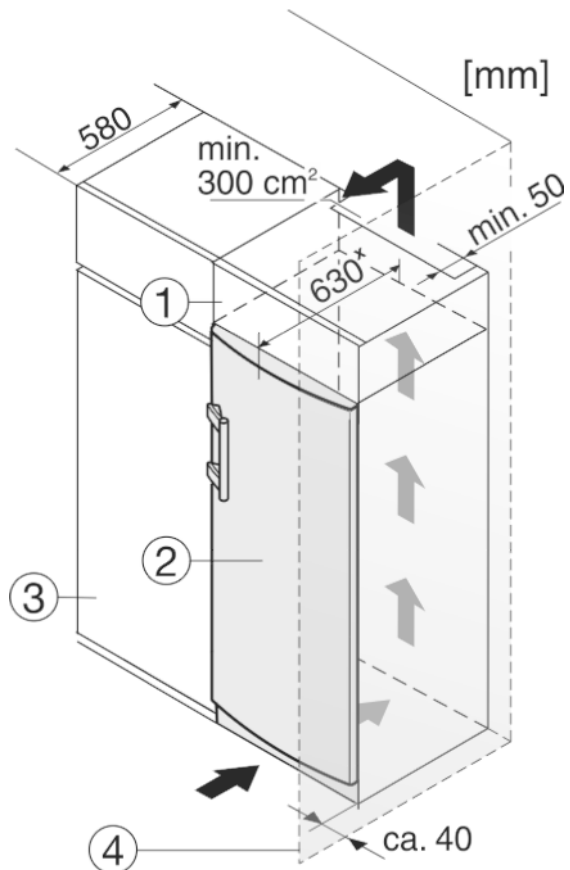

Fig. 10
El aparato se puede rodear de armarios de cocina. Para adaptar el aparato Fig. 10 (2) a la altura de la cocina, se puede instalar un armario Fig. 10 (1) correspondiente sobre el aparato. Si la cocina posee armarios (profundidad máx. 580 mm), el aparato se puede colocar directamente junto al armario de cocina Fig. 10 (3). El aparato sobresale 34 mm\* por los lados y 50 mm\* en el centro del aparato respecto al frente del armario de cocina.
Si el aparato se instala con las bisagras junto a una pared Fig. 10 (4), la distancia entre el aparato y la pared debe ser de como mínimo 40 mm. Esto equivale al saliente del tirador con la puerta abierta.